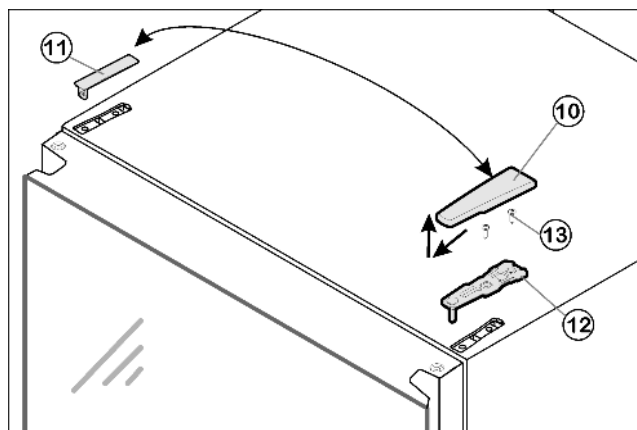

Fig. 6
- ▶ Потяните крышку Fig. 6 (10) вперед и вверх.
- ▶ Снимите крышку Fig. 6 (11).
- ▶ Открутите верхний опорный кронштейн Fig. 6 (12) (2 шт. Torx® 25) Fig. 6 (13) и вытяните вверх.
- ▶ Установите верхний опорный кронштейн Fig. 6 (12) на новую сторону шарнира и защелкните в дверце.
- ▶ Прикрутите верхний опорный кронштейн Fig. 6 (12) (с моментом 4 Нм) (2 шт. Torx® 25) Fig. 6 (13). При необходимости проделайте отверстия или используйте аккумуляторную отвертку.
- ▶ Защелкните крышку Fig. 6 (10) и крышку Fig. 6 (11) на противоположной стороне.